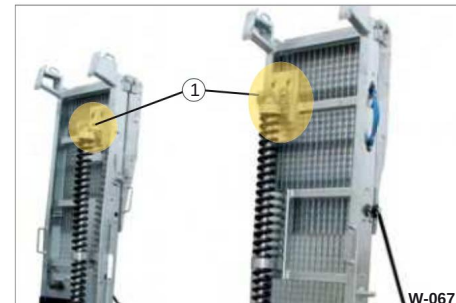

Fig. 17 Øvre lejepunkt for adgangsramper, fjederløftmekanisme
- ÿ Smør bolten (fig. 17/1) med maskinfedt.